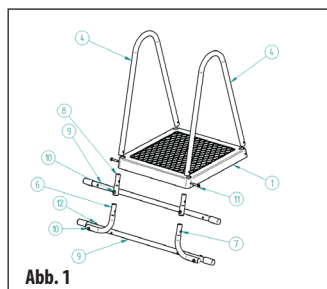

Abb. 1
Treppenhandläufe (4) von oben in die Löcher in der Plattform (1) einschieben. (**Abb. 1**) Anschließend von unten in die Handläufe Teile einschieben, die als Leiterstütze außerhalb des Pools dienen werden. Für die 120 cm Tiefe des Beckens gegenüber dem Gelände benutzen wir die Nippel (8) und für die 110 cm Tiefe des Beckens gegenüber dem Gelände den Fußbogen (6 und 7). Bei der Montage müssen die Bögen voneinander abgewandt sein und die Löcher für die Schrauben der Verstrebung (9) müssen parallel zur Ebene der Plattform (1) sein. Stellen Sie sicher, dass die Löcher in den Handläufern (4) mit den Löchern in der Plattform (1) und in den Nippeln (8) (Bögen (6 und 7)) zusammenpassen. Mit 2 St. Schrauben (11) und geschlossenen Muttern (12) zusammenschrauben. Schrauben von der Außenseite der Plattform einsetzen.
Treppenverstrebung (9) nehmen und mit den Nippeln (8) oder den im Schritt 1 montierten Bögen (6 und 7) verschrauben. Die Verstrebung von der Plattformseite (1) mit 2 St. Schrauben (10) und zwei geschlossenen Muttern (12) montieren. Muttern von der Plattformseite (1) montieren. (**Abb. 1**).